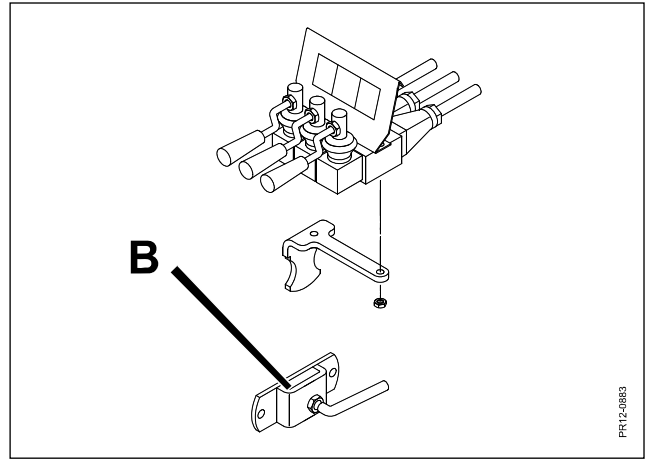

Fig. 4.6
Fig. 4.6 Den vedlagte holder for hydraulikhåndtagene (B) monteres i traktoren. Det er vigtigt at kablerne ikke får nogle skarpe knæk eller bliver klemte, derved øges friktionen og håndtagene bliver "tunge" at arbejde med.